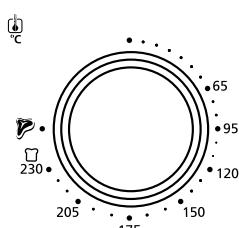

Figura 1
- Botão da temperatura/ para selecionar as funções** - Ajuste o botão para selecionar a temperatura desejada. Gire o botão para selecionar a função desejada. (veja a figura 1)